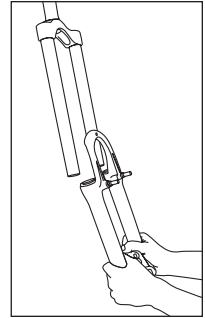

Fig. 7
7. Deslice el conjunto de tubo inferior monopieza hasta extraerlo (ver Fig. 7); seguirá goteando aceite de los tubos superiores. Retire los guardapolvos de la horquilla (modelos Judy C, XC o XLC).